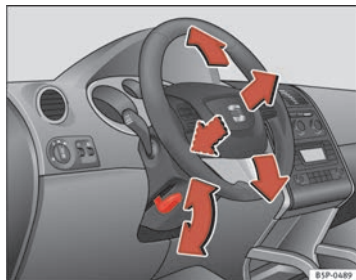

Fig. 135 Ajuste de la posición del volante
- Tire hacia abajo de la palanca ⇒ fig. 135 situada debajo de la columna de dirección ⇒ ⚠.